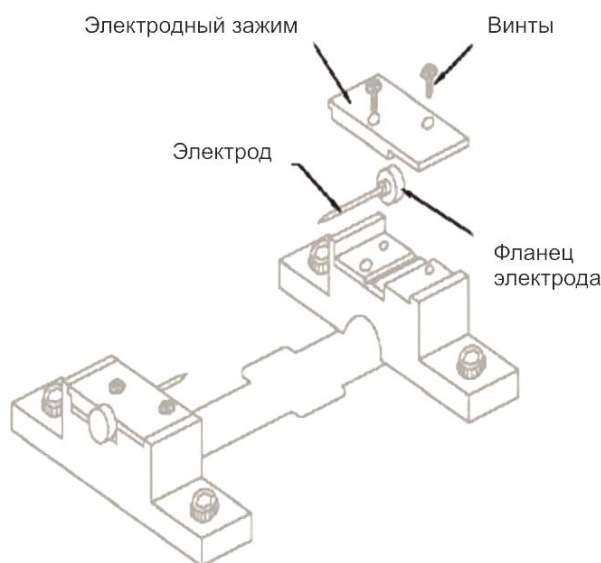

Рис. 4-3
- 2) Извлеките старые электроды. Данная процедура изображена на рис. 4-3.